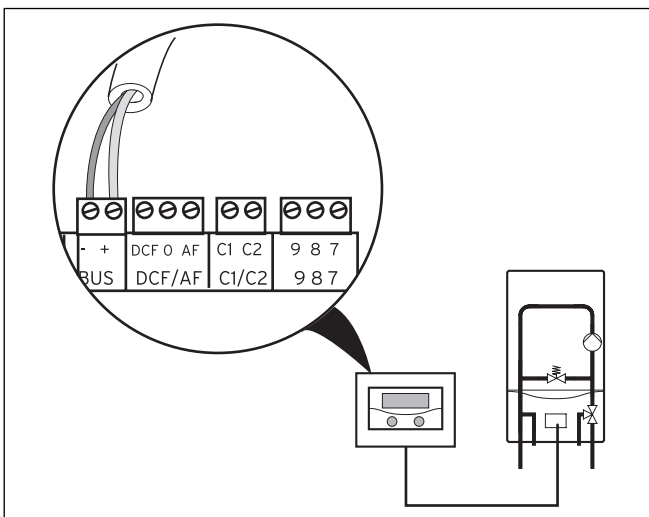

Fig. 4.2 Collegamento dell'apparecchio di riscaldamento
- Procedere al cablaggio di allacciamento dell'apparecchio di riscaldamento come illustrato nella fig. 4.2. Il cavo eBUS (minimo 2x 0,75 mm²) va approntato in loco.